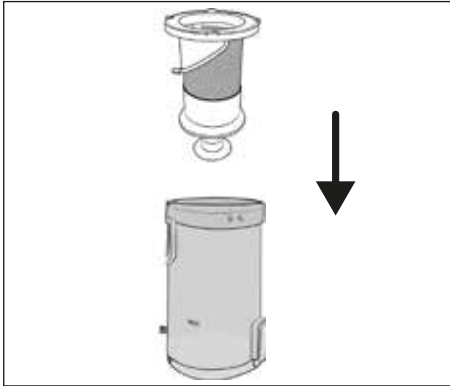

Fig. 21
- 6) Sæt filteret af rustfrit stål **6** ind i støvbeholderen **7**, og tryk det helt ned (se fig. 21). Vær opmærksom på, at låsene på filteret af rustfrit stål **6** har forskellige størrelser. Filteret af rustfrit stål **6** kan kun indsættes i én position i støvholderen **7** på grund af disse låse.